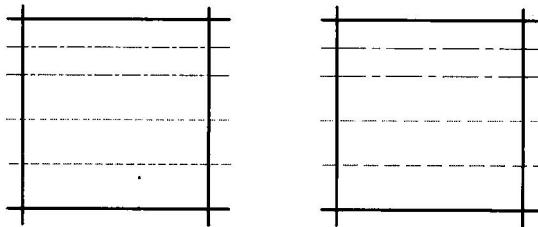

图1-1
4. 关闭栅格，打开正交模式及线宽显示，分别在轮廓线层、中心线层及虚线层上绘制线段，线段的长度为 700，如图 1-1 左图所示。设定全局线型比例因子为 2，结果如图 1-1 右图所示。